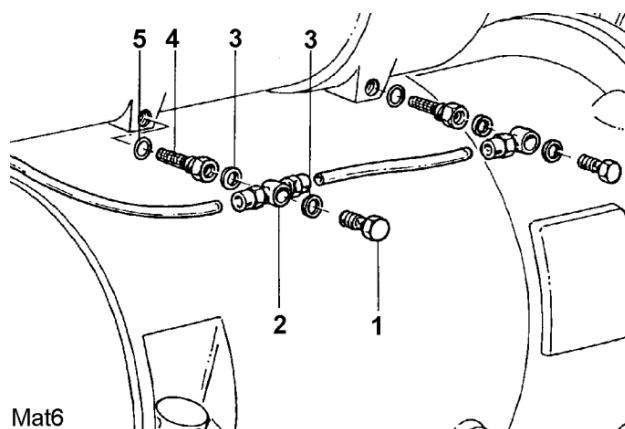

Fig. 2
- Soltar los tornillos huecos 1 (Fig. 2).